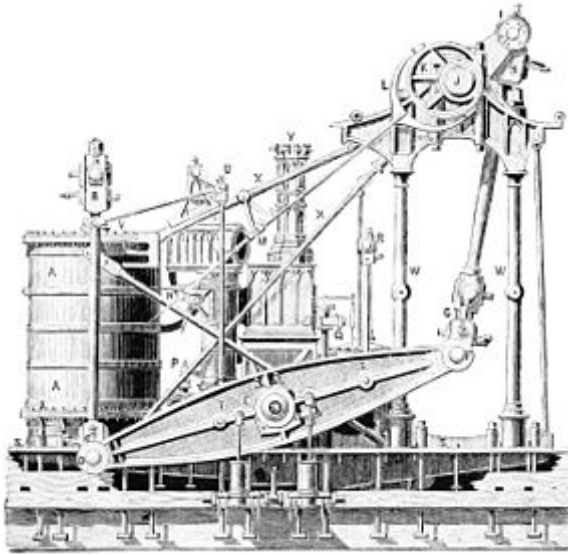

図57-1849年製サイドレバー式エンジン
96. スクリューが導入され、その駆動源である外輪が廃止された当時、外航船に最も多く使用されていた蒸気機関は、図57に示す、チャールズ・W・コーブランドが設計した蒸気船パシフィック号のサイドレバー式機関であった。